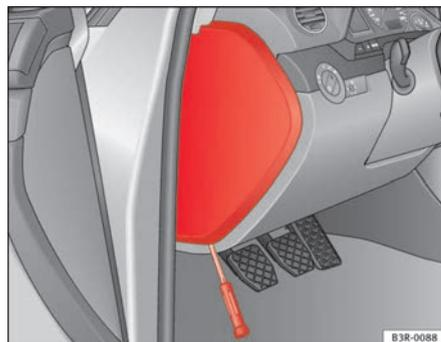

Fig. 185 A gauche dans le tableau de bord : cache de la boîte à fusibles
- Retirez le couvercle des fusibles à l'aide d'un tournevis ⇒ fig. 185.